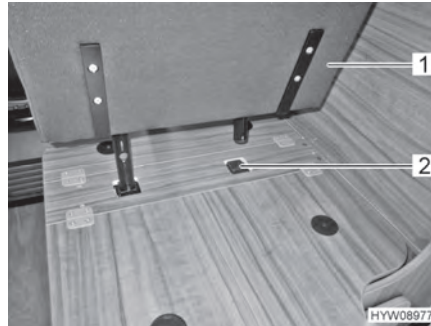

Bild 17 Sätt i den hopfällbara stolen i hållaren
- Sätt den hopfällbara stolen (Bild 17,1) i hållaren (Bild 17,2).